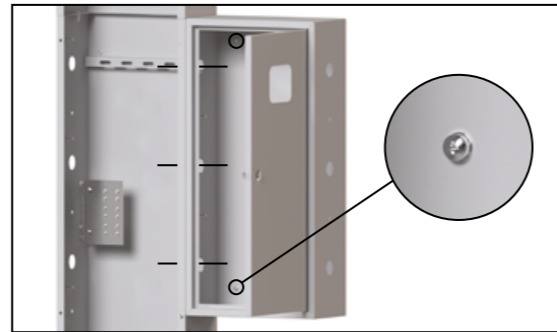

Рис. 44
- 3.4. Присоединить ЯУР (1.1) к коробу КЭТ (2.1) и закрепить с помощью одного (ЯУР 400) или двух (ЯУР 600) комплектов – болт М6×14 и гайка М6 с фланцем (не идут в комплекте). Вырезанные отверстия в торцах короба КЭТ (2.1) и ЯУР (1.1) должны совпасть (рис. 44). Далее закрепить ЯУР (1.1) на стене при помощи дюбелей (рис. 44).